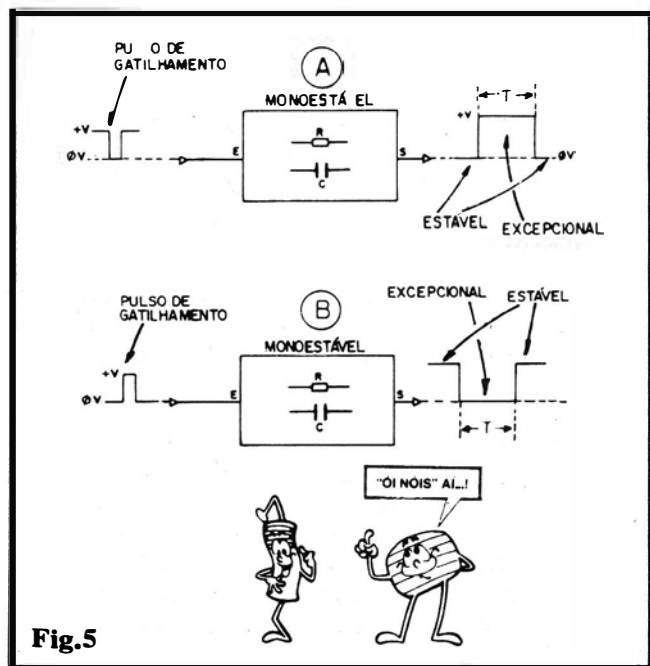

Fig.5
- **FIG. 5 - O MONOESTÁVEL (BLOCO FUNCIONAL)** - A saída de um Temporizador com 555 (assim como a de diversos outros blocos funcionais DIGITAIS, que veremos no futuro...), comporta-se “digitalmente”, ou seja: assume, radicalmente, “ESTADOS” de tudo ou nada, em termos de Tensão... Não é possível -sob, por exemplo, uma alimentação de 12V - encontrarmos 5,5V, ou 7,2V, ou 8,6V no pino 3 do dito 555... Sempre teremos “lá”, ou “zero” (quase) ou 12V (quase). A
- FIG. 5-B - Observem que o termo genérico MONOESTÁVEL refere-se à obrigatoriedade de apenas UMA condição ESTÁVEL na saída do bloco, mas não diz respeito à polaridade ou condição "alto"/"baixo" de tal saída... Assim, um bloco (e existem blocos assim...) que mostre a saída, em "repouso" no estado "alto", e que a partir de um gatilhamento positivo, coloque a dita saída em estado "baixo", pelo período de Temporização (retornando depois à "monoestabilidade alta"...), também é - nitidamente - um MONOESTÁVEL.
De todas as configurações mostradas nas figs. 5 e 6, apenas a primeira delas (5-A) se "parece" com as polaridades e estados realmente obtidos num MONOESTÁVEL com 555. Contudo, todos os arranjos são nítidos MONOESTÁVEIS, já que tal classificação independe das polaridades ou "estados" provisórios ou não dos comandos ou saídas...! Notem que são 4 as possibilidades: